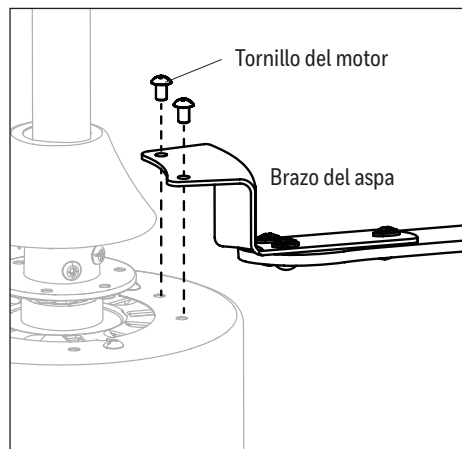

Figura 5.5
5. Instale el brazo del aspa al lado superior del motor con los tornillos del motor que retiró previamente (paso 3, página 27). Apriete con un destornillador Phillips (no se incluye). Repita este paso para las aspas restantes y los brazos de las aspas (Figura 5.5)